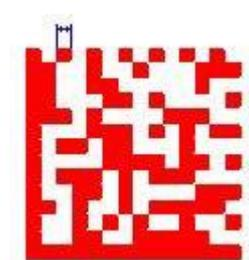

Abbildung 4-23 Data
**Schmale Breite:** die Breite der Einheitsleiste (Abbildung 4-23)